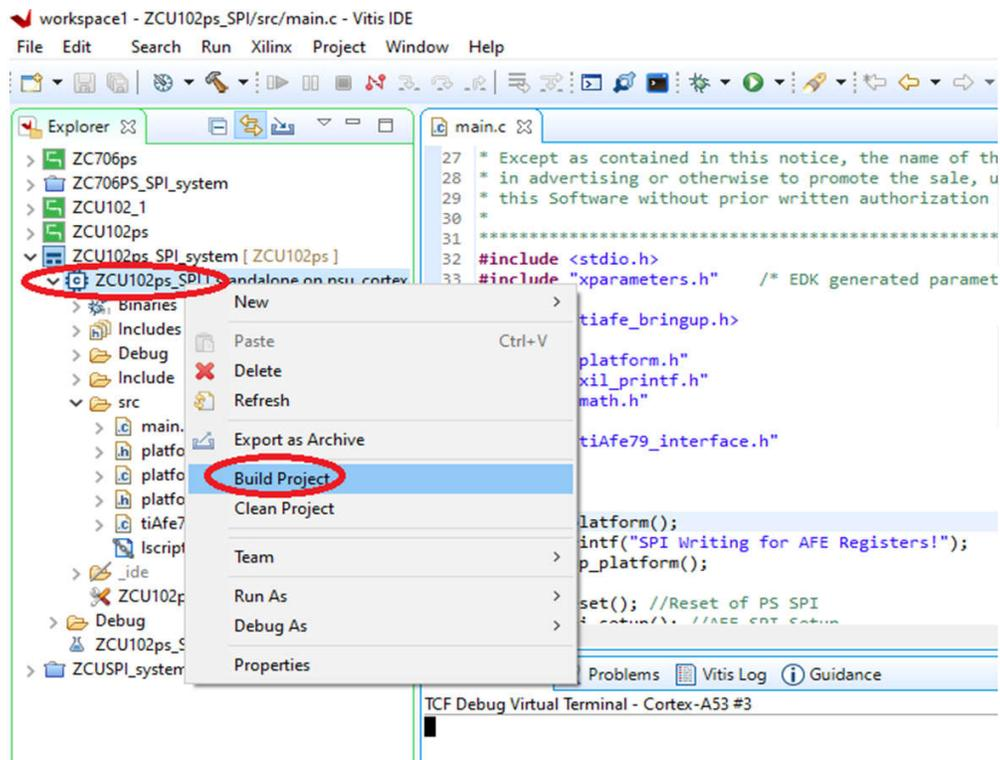

图 8-1. 构建工程
1. 右键点击应用名称，然后选择 **Build Project** (请参阅图 8-1)。